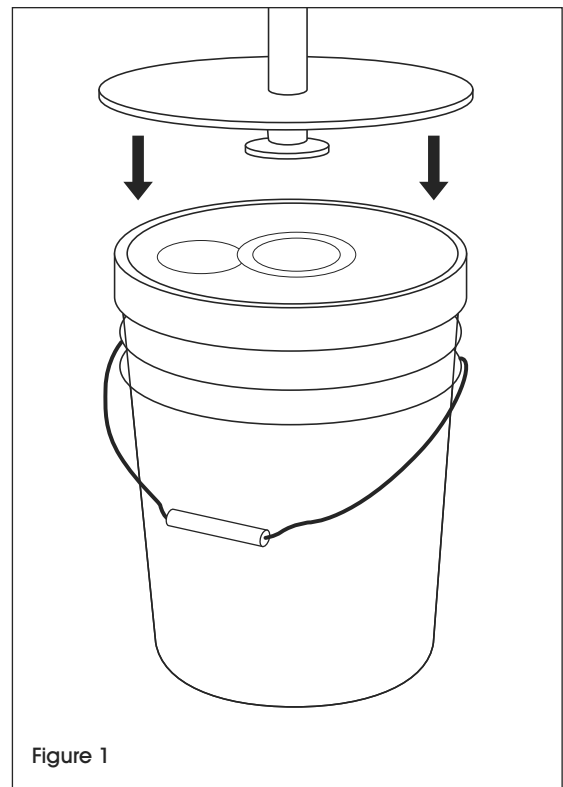

Figure 1
4. Placez la plaque de la presse pneumatique au centre du couvercle. (Voir Figure 1)